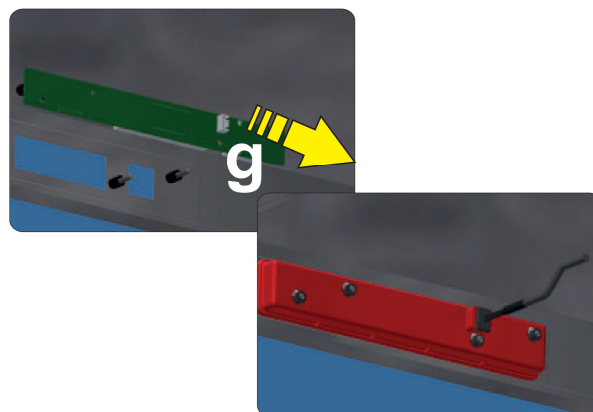

Fig. 16
- Remplacer la carte Réassembler la couverture en plastique avec sa dotation, en faisant particulièrement attention à ce que cette dernière adhère complètement à la tôle du panneau (position **g** - voir **Fig. 16**).